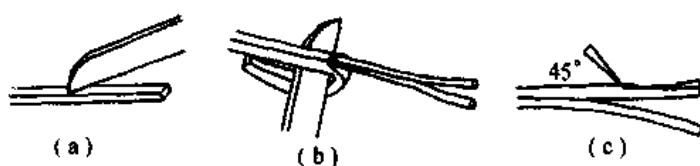

图 4-3 塑料护套线绝缘层的剖削
(1) 按所需长度，用电工刀刀尖对准芯线缝隙间，划开护套层，如图 4-3(a)所示。
(2) 向后将被划开的护套层翻起，用刀齐根切除，如图 4-3(b)所示。
(3) 将护套层内的两根线分开，可采用电工刀剖削单芯电线绝缘层的方法去掉绝缘层，即用电工刀在距护套层  $20\text{mm} \sim 30\text{mm}$  处，以  $45^\circ$  角切入一根导线的绝缘层；然后逐渐减少与导线的角度，用力向线端推削，削出一条缺口，扳翻切除绝缘层，完成绝缘层处理过程，如图 4-3 所示。两根导线的绝缘层也可以采用剥线钳或钢丝钳来剖削。